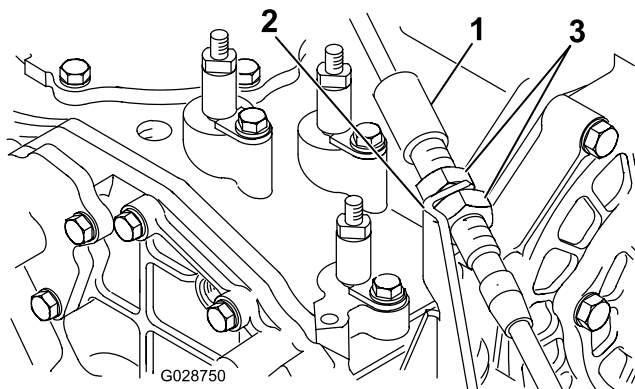

Figure 11
4. Faites passer le câble le long des câbles existants jusqu'au support de câble qui est monté dans l'angle avant gauche de la boîte-pont (Figure 11).